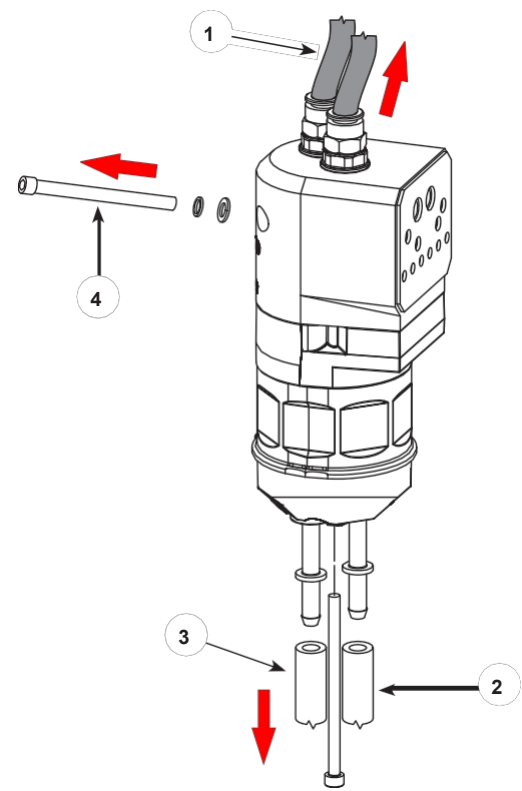

图 19 改装 泵拆卸准备
- 1. 见图 19。断开清洗空气管路与在适用的情况下，在改型泵 (1) 的顶部。